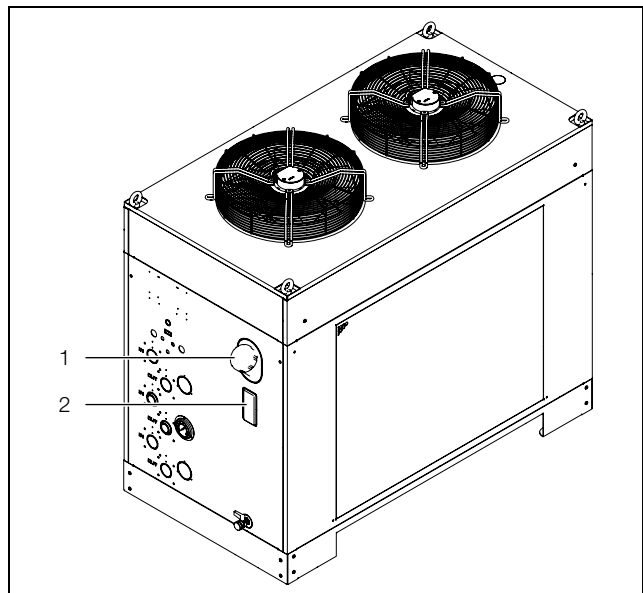

Fig. 21 : remplissage de l'agent de refroidissement
- Remplir le refroidisseur d'eau en eau en utilisant l'embout de remplissage de la cuve (fig. 21, pos. 1).
- Contrôler le niveau de la cuve à travers l'ouverture dans l'habillage (fig. 21, pos. 2).